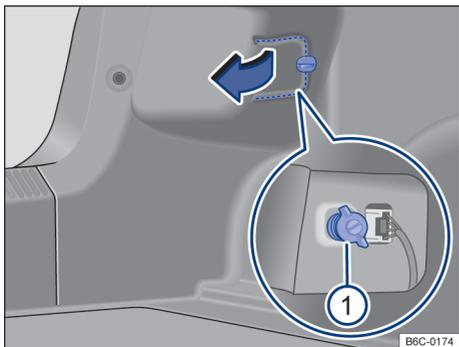

Fig. 133 No compartimento de bagagem: desinstalar cobertura e retirar o parafuso borboleta ❶ (lupa).
3. Para abrir a cobertura da lanterna, girar a trava → Fig. 133 (seta).
5. Soltar o parafuso borboleta ❶ (lupa) e retirá-lo, segurando, ao mesmo tempo a lanterna traseira.
6. Puxar cuidadosamente a lanterna traseira para fora, para desencaixá-la da carroceria → ❷.
18. Segurar a lanterna traseira na posição de montagem com uma das mãos e aparafusar com a outra o parafuso borboleta → Fig. 133 ❶.